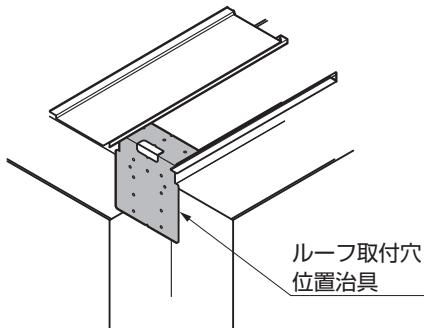
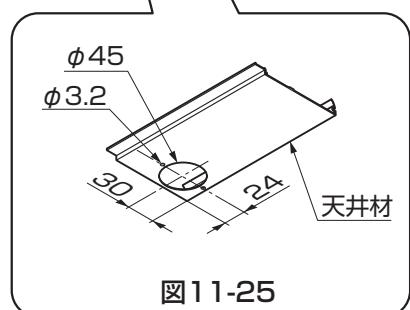

図11-24
図11-25
- ルーフ取付穴位置治具の折り曲げ部を樋の入隅部に突き当てるとき正確に位置出しができます。(図11-24参照)
- ②アタッチメントパッキンを雨樋アタッチメントに貼付けて樋に【6-1】で取付けてください。
- ③天井材CにΦ45の穴を現場加工してください。(図11-25参照)
- ④天井材を取付けてください。